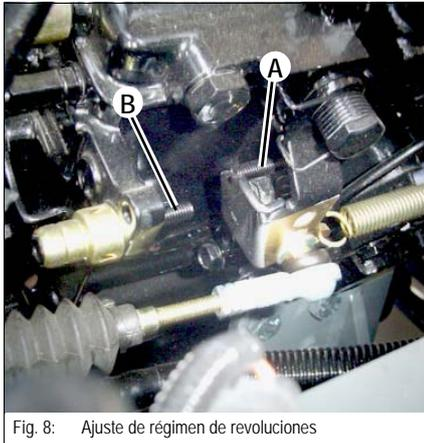

Fig. 8: Ajuste de régimen de revoluciones
- ☞ Desatornillar el tubo de inyección del primer cilindro y sustituir por el tubo de goteo (Fig.8) (colocar debajo un recipiente colector)
- ☞ En caso de divergencia ajustar conforme a Fig. 8.